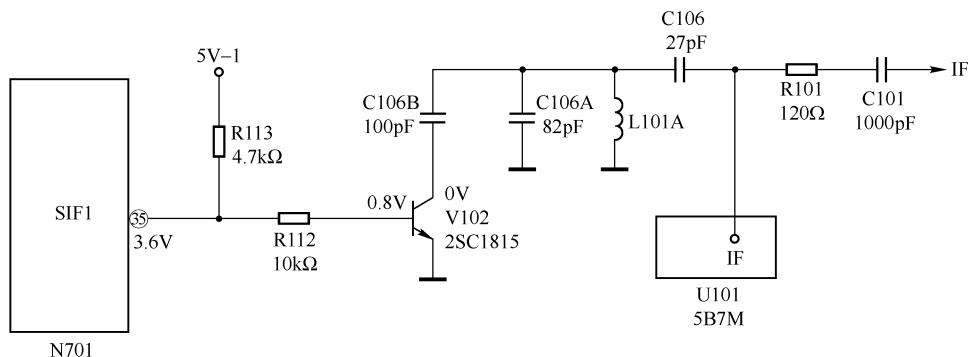

图 6-9 长虹 H2535K 机型中伴音中频制式转换控制接口电路
在长虹 H2535K 机型中, N701 的⑤脚电路主要用于伴音中频制式控制, 外部接口电路如图 6-9 所示。其中, V102 为伴音中频制式转换控制管, 在 PAL-D 制接收状态, V102 基极电压为 0.8V, 故 V102 处于导通状态, C106B 接入电路, 与 C106A、L101A、C106 组成 33.5MHz 吸收回路, 用于滤除 NTSC 制的伴音中频信号。当系统转换在 NTSC 制接收状态时, N701⑤脚输出低电平, V102 截止, C106B 被断开, 由 C106A、L101、C106 组成吸收回路, 吸收掉 31.5MHz 的伴音中频信号。因此, 当该种机型出现伴音异常(主要是制式不对)故障时, 除要检查 N701⑤脚是否有高电平外, 还要重点检查 R113、R112、V102、C106B。正常时, N701⑤脚输出 3.6V 高电平, V102 的 b 极电压为 0.8V, c 极电压为 0V。